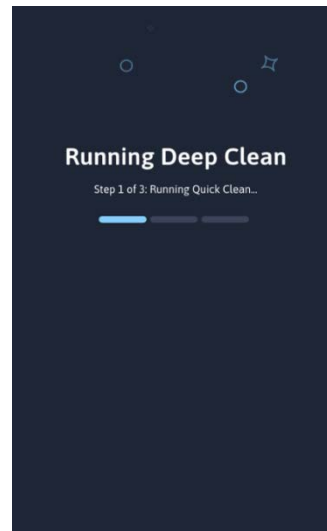

Figura 36
3. El analizador realizará automáticamente 2 ciclos de lavado, llevará a cabo la limpieza profunda (3 minutos) y finalizará con 2 ciclos de lavado adicionales (Figura 36). Durante los 3 minutos de limpieza profunda, parecerá que el equipo está inactivo mientras el sistema de fluidos aspira la solución de limpieza deepCLEAN/hipoclorito de sodio.